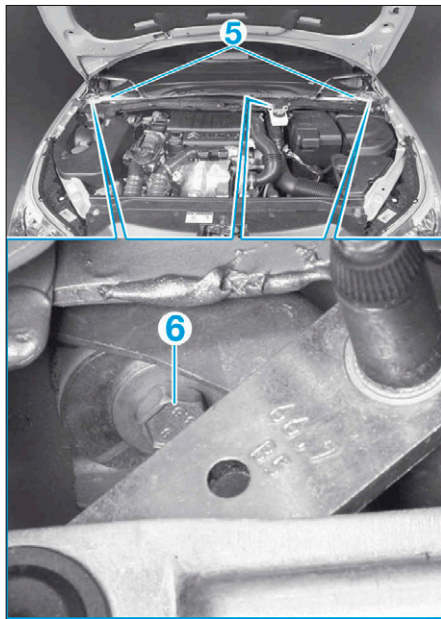

FIG. 24
- Déposer les biellettes (5) (Fig.24).
- Débrancher le connecteur d'alimentation et déposer les vis de fixation (6).